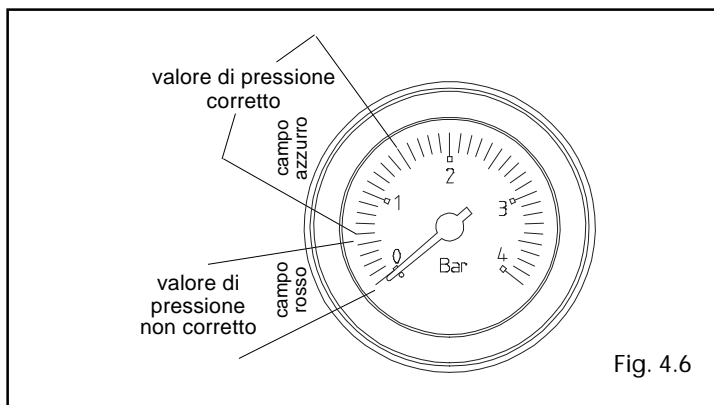

Fig. 4.6
- verificare la pressione del circuito idraulico sull'idrometro (fig. 4.6); se è inferiore a 0,5 bar, riportare al valore corretto agendo sul rubinetto di riempimento dell'impianto.